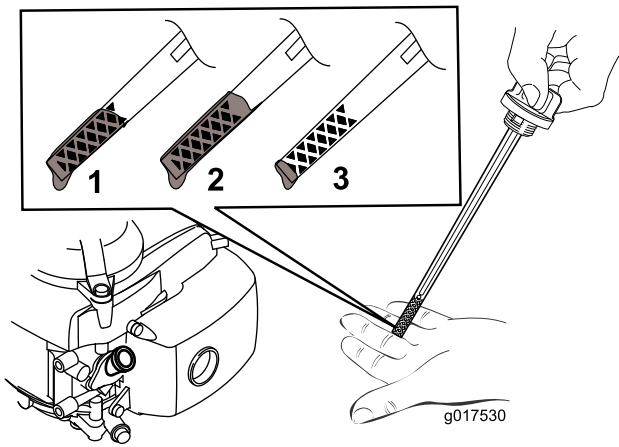

図 5
**注** ディップスティックで量を確認しながら **図 5** に示される適正量までオイルを入れる。オイルを入れすぎてしまった場合には、**エンジンオイルの交換 (ページ 15)**の項に従って余分なオイルを抜き取ってください。